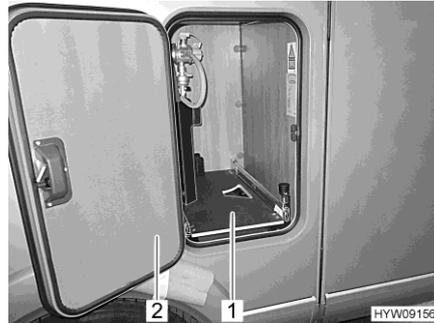

Fig. 129 Dispositivo de extracción de caja para bombonas de gas
- Abrir la trampilla (Fig. 129,2) de la caja para bombonas de gas.
- Extraer el dispositivo de extracción de caja para bombonas de gas (Fig. 129,1) hasta que el pomo vuelva a engatillar. Ahora, el dispositivo de extracción de caja para bombonas de gas estará engatillado en esta posición.